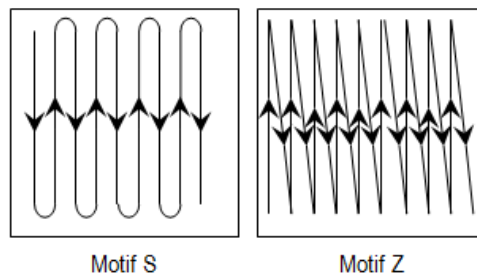

Figure 2. Orientation lors du deuxième passage
2. Essuyer maintenant perpendiculairement au premier passage en suivant le motif choisi précédemment (Figure 2).